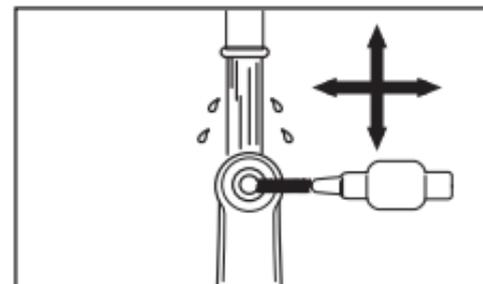

Fig. 15
- 2) Nettoyer autour du trou d'insertion de la fraise pendant 15 secondes ou plus, à l'aide d'une brosse interdente (fil d'épaisseur 0,7 mm) conforme à la taille 4 de la norme ISO 16409 (Fig. 15).